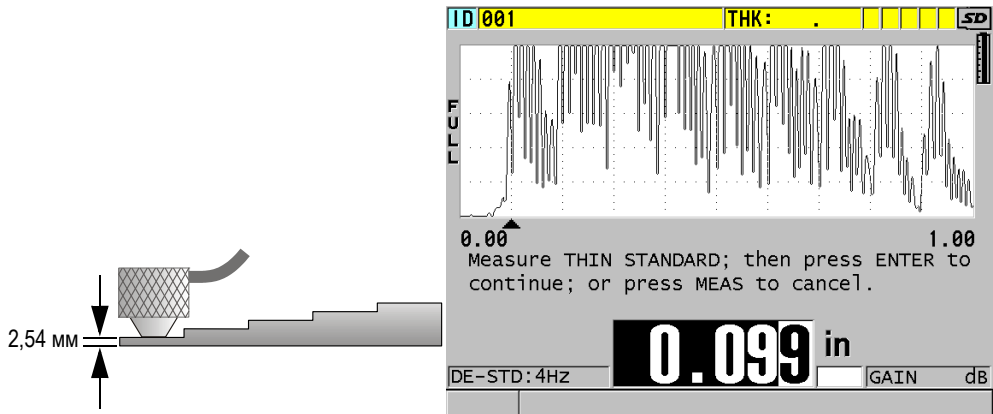

Рис. 5-5 Калибровка нуля на тонкой части 5-ступенчатого тестового образца
2. Калибровка нуля (см. Рис. 5-5 на стр. 75):